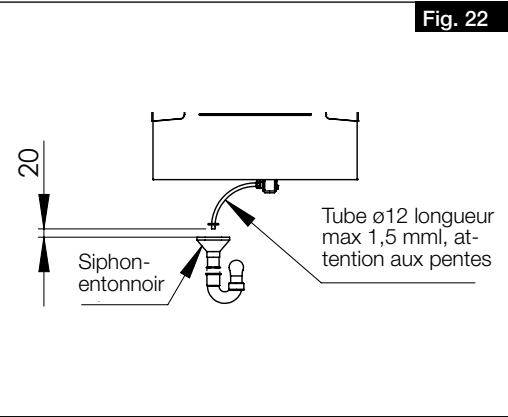

Fig. 22
- > Le tube des condensats doit s'arrêter 20 mm au-dessus de l'évacuation ouverte, c'est-à-dire avant le possible niveau d'eau (voir Fig. 22).
- > Le tube des condensats sortant du siphon à boule doit respecter une pente (vers un point bas et non pas vers un point haut) avant de déverser l'eau dans un siphon ouvert de type entonnoir. Il ne doit pas être relié via un système fermé (voir Fig. 22).